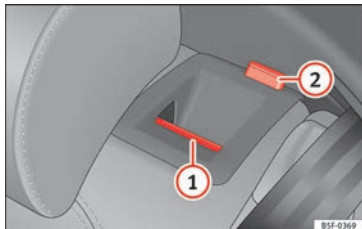

Abb. 111 Rückenlehne Rücksitz: Entriegelungstaster (1); rote Markierung (2).
- Entriegelungstaster » Abb. 111 (1) nach vorn ziehen und gleichzeitig die Rückenlehne umklappen.
- Die Rückenlehne ist entriegelt, wenn eine rote Markierung an der Taste (2) zu sehen ist.
Die Rückenlehne ist entriegelt, wenn die rote Markierung des Taster sichtbar ist » Abb. 111 (2).